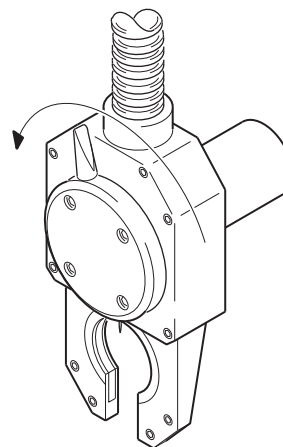

図19：ロックング・レバーを外す
1. ウェルド・ヘッドのロックング・レバーを反時計回りにまわします（止まるまで）。図19をご参照ください。